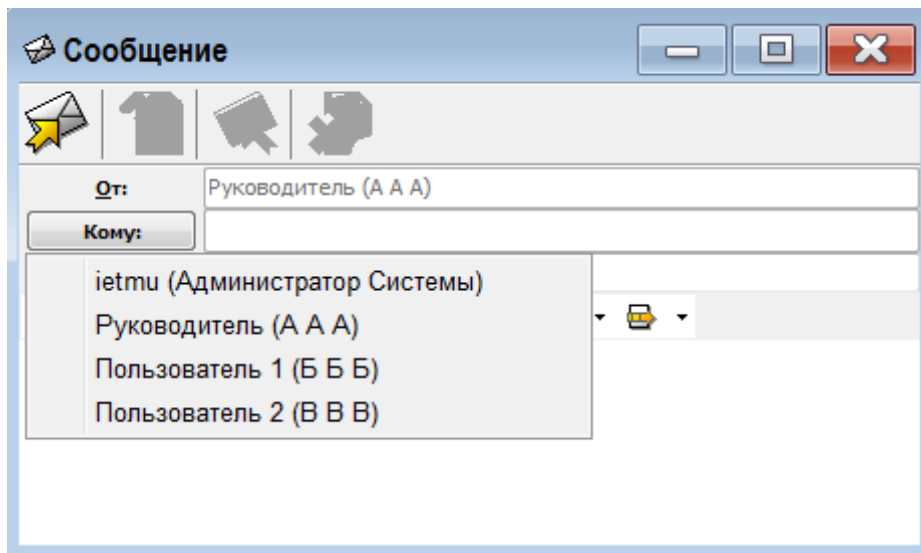

Рисунок 82
1) Нажмите на кнопку **Кому:** и выберите из открывшегося списка пользователей имя адресата (рисунок 82).